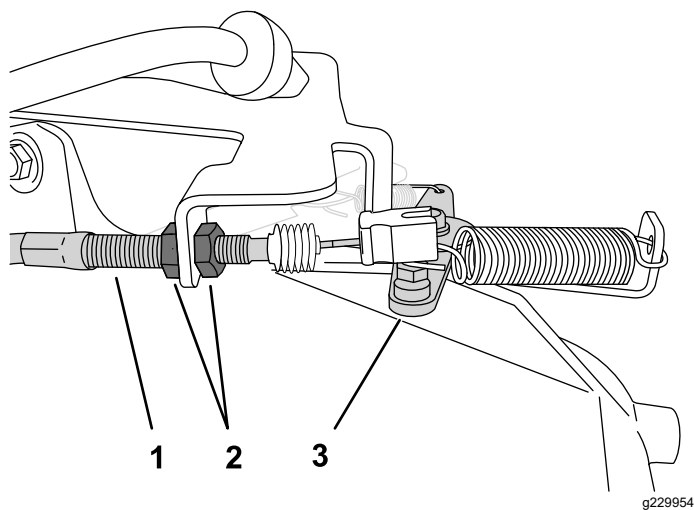

Figura 42
2. La carcasa cablului de accelerație, slăbiți contrapiulia din față și strângeți contrapiulia din spate pentru a mări turaia scăzută de ralanti (Figura 42).